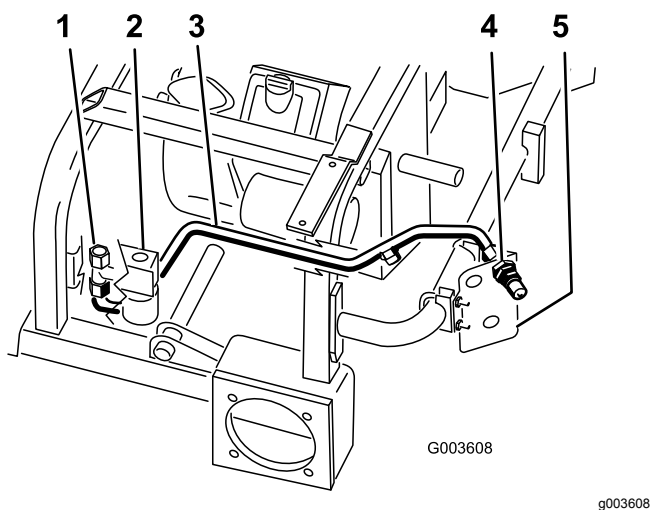

Figura 15
2. Posizionate il tubo idraulico numero 1 sulla macchina come illustrato in Figura 15.
3. Collegate il tubo idraulico numero 1 al raccordo a T montato sul lato della valvola (Figura 15).
4. Collegate il tubo idraulico numero 1 all'accoppiatore maschio superiore (Figura 15).